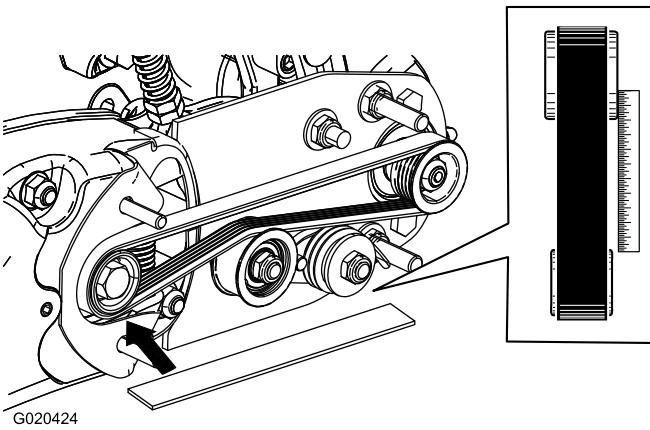

Figure 13
- A. Placez une règle de vérification le long de la face extérieure de la poulie d' entraînement (Figure 13). Ne posez pas la règle en travers des poulies d' entraînement et menée.